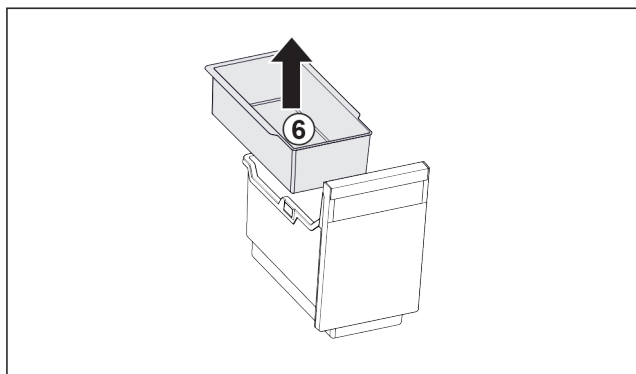

Fig. 19
- ▶ Vyjměte závěsnou misku Fig. 19 (6).